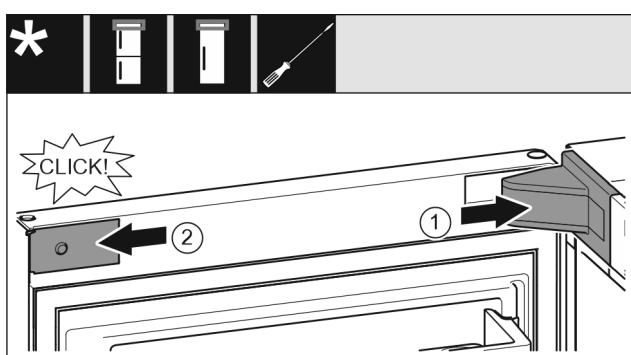

Fig. 21
- Встановіть та зафіксуйте кришку опорного кронштейна, у разі необхідності — обережно розтисніть. Fig. 21 (1)
- Встановіть збоку і зафіксуйте накладку. Fig. 21 (2)